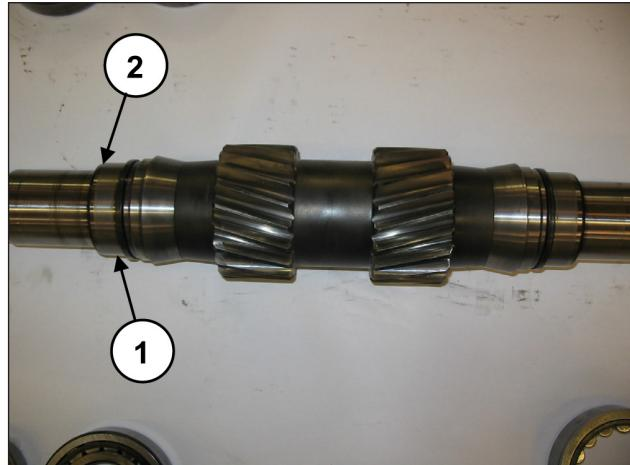

Fig. 33
Dégager les bagues intérieures des roulements de l'arbre de la prise de force (rep. ①, Fig. 33) et les deux entretoises du roulement intérieur (rep. ②, Fig. 33).